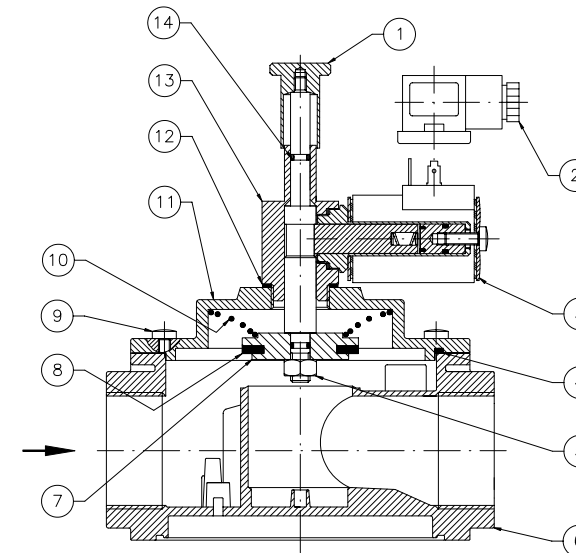

Fig. 1 Componenti elettrovalvola 500 mbar con attacchi DN 15 (1/2) .. DN 50 (2) DN 15 (1/2) .. DN 50 (2) 500 mbar connections electro-valve components
L'EVG -A- ---- (Fig. 1, 2, 3 et 4) est une électrovanne au fonctionnement très simple et extrêmement sûre. La bobine électromagnétique, si sous tension, déclenche le dispositif de fermeture de la vanne qui est normalement ouverte. Le réarmement est manuel pour vérifier les causes de la coupure du gaz. Durant le fonctionnement normal, il n'y a pas de consommation électrique et outre à l'économie d'énergie, aucun organe n'est soumis à l'usure ce qui évite de cette façon des éventuelles vibrations.
- Avec attaches DN 15 (1/2") .. DN 150 (Fig. 1 et 4) tirer vers le haut l'écrou de réarmement (1) jusqu'à l'enclenchement.
- Avec attaches DN 15 (1/2") .. DN 50 (2") cuivre (Fig. 1) Dévisser le bloc en cuivre (13) du corps de la vanne (6), contrôler l'obturateur (7) en vérifiant les éventuelles anomalies et si nécessaire remplacer l'organe de tenue en caoutchouc (8). Procéder au montage en faisant l'opération de démontage dans le sens inverse en remplaçant dans tous les cas, la rondelle en aluminium située entre le bloc cuivre et le corps de la vanne.
- Avec attaches DN 20 .. DN 150 aluminium et DN 25 cuivre (Fig. 1 et 4) Retirer le couvercle (11) en dévissant les vis de fixation (9), contrôler l'obturateur (7), en vérifiant les éventuelles anomalies et si nécessaire remplacer l'organe de tenue en caoutchouc (8) et procéder au montage en faisant l'opération de démontage dans le sens inverse.
- Con attacchi DN 15 (1/2") .. DN 50 (2") ottone (Fig. 1) svitare il blocco ottone (13) dal corpo valvola (6), controllare l'otturatore (7) verificandone eventuali anomalie e se necessario sostituire l'organo di tenuta in gomma (8). Procedere quindi al montaggio facendo a ritroso l'operazione di smontaggio, sostituendo in ogni caso la rondella in alluminio situata fra blocco ottone ed il corpo valvola.